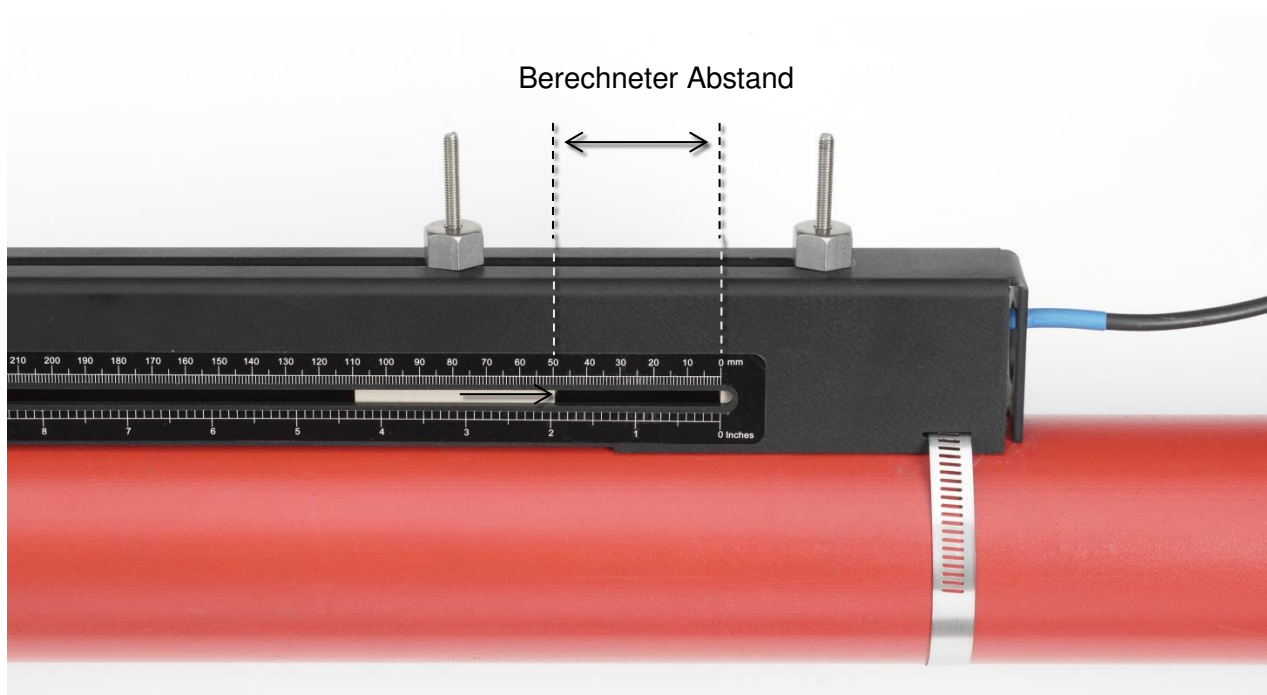

Abbildung 16 Einstellung des Messwandler-Abstands
- Positionieren Sie den vorgelagerten Messwandler so, dass die Innenseite des Messwandlers auf den erforderlichen Abstand auf dem Lineal eingestellt ist, siehe Abbildung 16.